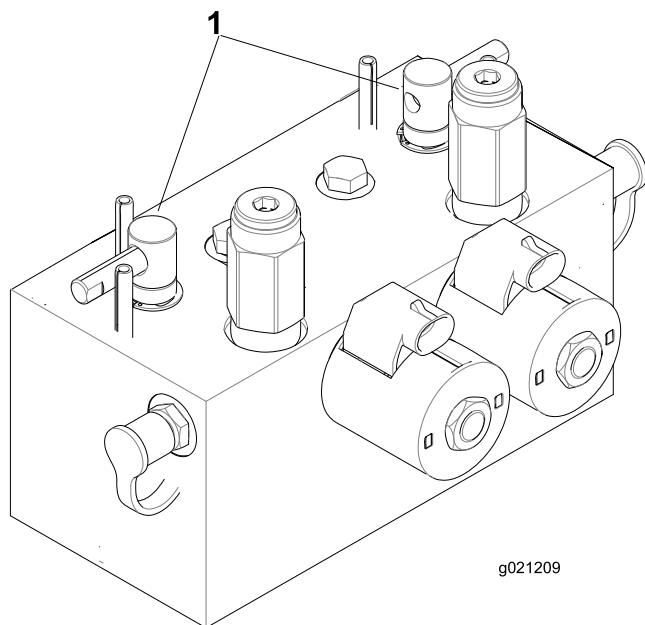

Figura 76
2. Desbloqueie e levante o banco para expor as alavancas de retificação (Figura 76).
5. Selecione as alavancas de retificação dianteiras, traseiras ou ambas para determinar quais as unidades a retificar (Figura 76).